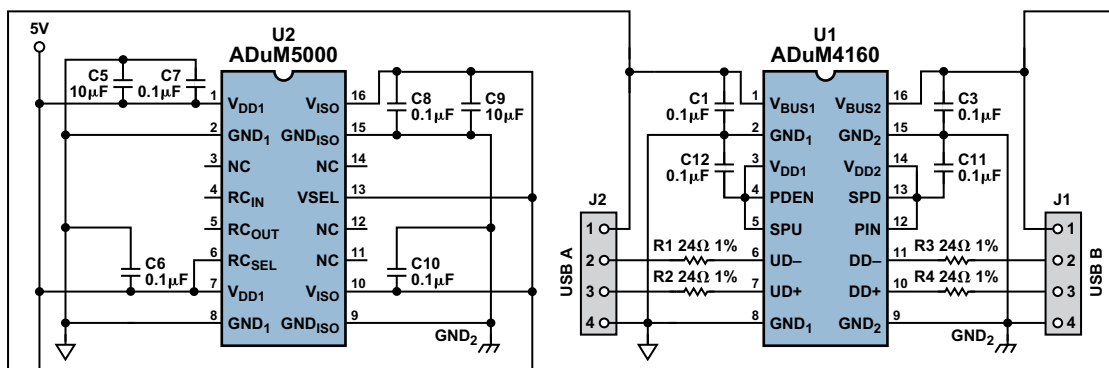

图9. 包含isoPower的隔离电缆接口。
- 可用于隔离电缆(图9)。
驱动隔离的USB电缆（图9）需使用DC/DC转换器为下游端口和电缆供电。为了满足USB规范的要求，电缆的下游部分必须向外设的上拉电路提供5V电源。可使用ADuM5000等隔离型DC/DC转换器可以用于提供这个电源，另外，它还有足够的裕量为下游功率要求低的设备提供能量。图9显示了ADuM5000 *isoPower*® 器件⁴的使用方法。在这个应用中，ADuM4160以硬连线连接的速度引脚有些不便。该电缆每次只能以一个USB速度运行，要切换速度模式须重新接线或通过简单的开关以手动方式切换或采用更复杂的电路，这依赖于末端用户的需求。